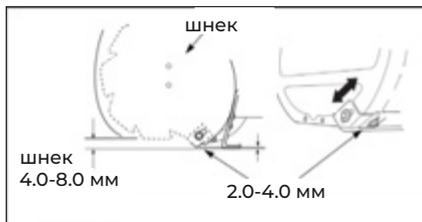

Рис. 23
5. Проверьте зазор ножа корпуса шнека и при необходимости отрегулируйте (рис. 23).